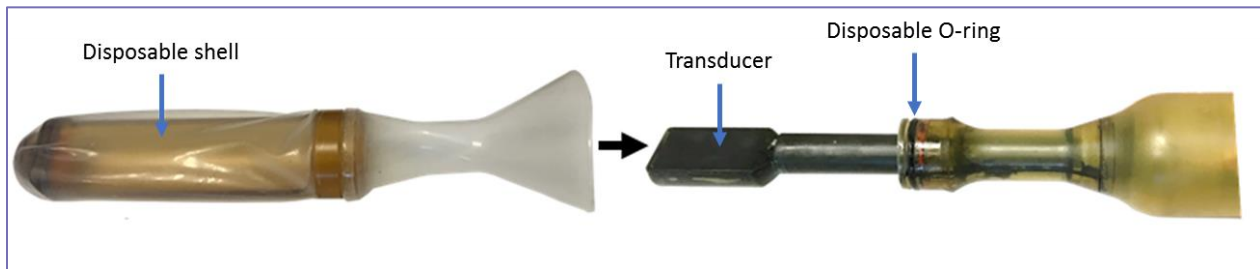

Abbildung 3-4: Sonde, Einwegschale und Schallwandler
1. Setzen Sie einen neuen **Einweg-O-Ring** (weiß) über die **Nut in der Sonde** (siehe Abbildung 3-4).
2. Setzen Sie vorsichtig eine neue **Einwegschalenbaugruppe** (siehe Abbildung 3-4) über die **Sonde**.